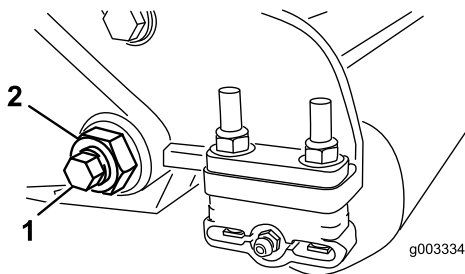

図 29
3. ベッドバーボルト 図 29 を固定しているロックナット機体両側をゆるめる。
4. 各ベッドバーボルトを抜いてベッドバーを下に引き抜いてカッティングユニットから外す 図 29。